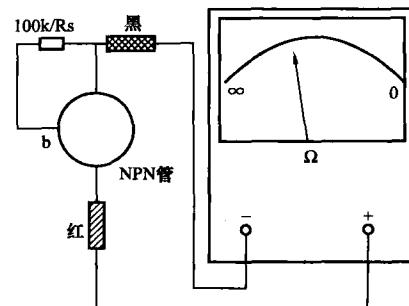

图 1-12 判别 c 极和 e 极
(1) 判别依据：三极管正向运用、反向运用时  $\beta$  不同，正向  $\beta$  大，反向  $\beta$  小(正向运用：按厂家所给的 b、c、e 运用；反向运用：把厂家所给的 c 极当 e 极用，e 极当 c 极用)。
(2) 判别条件：已知 b 极、管型。
(3) 判别方法：黑红表笔分别任意接不是 b 极的两个极，用  $100k\Omega$  电阻(实测时可用手指代替，记为  $R_s$ )的一端接 b 极， $100k\Omega$  电阻的另一端对 NPN 管接黑表笔(对 PNP 管接红表笔)，如图 1-12 所示。